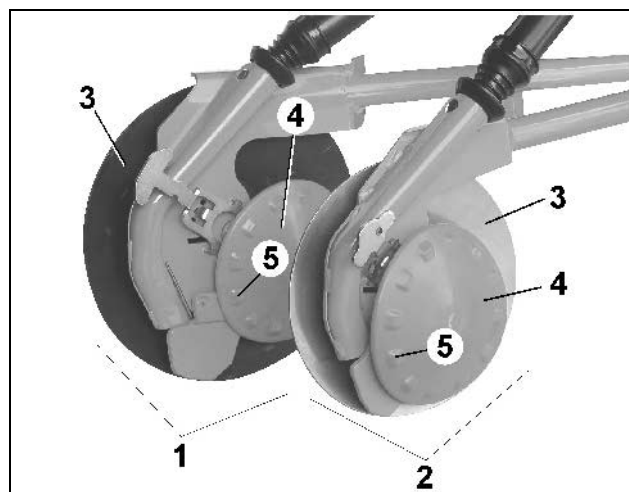

Fig. 19
- RoTeC-skær (Fig. 19/2)
- RoTeC +-skær (Fig. 19/1)
AMAZONE's RoTeC-skær egner sig til såning efter plov samt til såning i forbindelse med reduceret jordbearbejdning. Sårillen formes ved hjælp af stålskiven og støbejernselementet. Bagsiden af stålskiven renses ved hjælp af en fleksibel polyuretan-skive (PU) (Fig. 19/4), der presses imod stålskiven. Dupperne (Fig. 19/5) sørger for ekstra drev.
Plastskiven (Fig. 19/4) fungerer samtidig som dybdebegrænsningskontrol, idet den ruller henover jorden og begrænser såskærets indtrængning i jorden. Sådybden kan justeres i tre trin fra 2 til 4 cm (Kap.10.5.2). I forbindelse med dybdesåning (4 cm eller derover) kan dybdebegrænsningsskiverne nemt afmonteres.